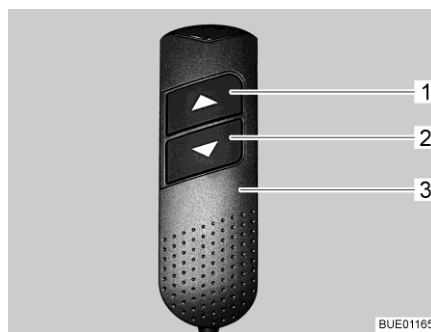

Fig. 114 Elemento de mando manual
*Retracción:* ■ En el elemento de mando manual (Fig. 114,3), pulsar la tecla "▼" (Fig. 114,2) y mantenerla pulsada. La sección de los pies se introducirá. Las cabeceras del somier se levantarán.
*Extensión:* ■ En el elemento de mando manual (Fig. 114,3) pulsar y mantener pulsada la tecla "▲" (Fig. 114,1). La sección de los pies se extenderá. Las cabeceras del somier se bajarán.
- En el elemento de mando manual (Fig. 114,3), pulsar las teclas "▼" (Fig. 114,2) o bien "▲" (Fig. 114,1) hasta que se haya alcanzado la posición deseada.